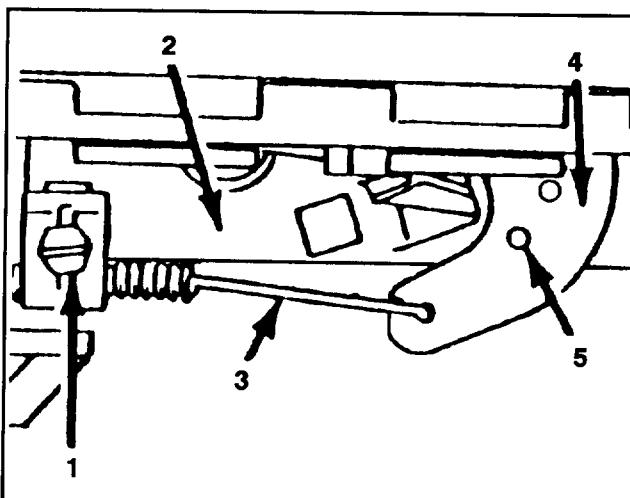

Abbildung 18
- Den Gashebel auf SCHNELL (2) stellen.
- Die Schraube der Kabelklemme lösen, bis das Gaszugkabel durchrutscht (Abb. 18).
- Das Gaszugkabel nach links oder rechts bewegen, bis die Löcher im Gashebel mit denen in der Halterung übereinstimmen (Abb. 18).